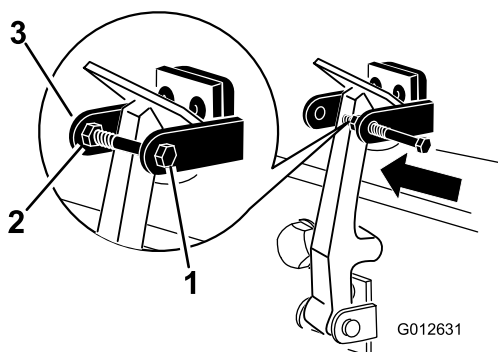

図 6
7. フードロックブラケットのもう一つのアームにボルトを差し込んでラッチをロックする図 6。ボルトをしっかり締め付けるが、ナットは締め付けない。